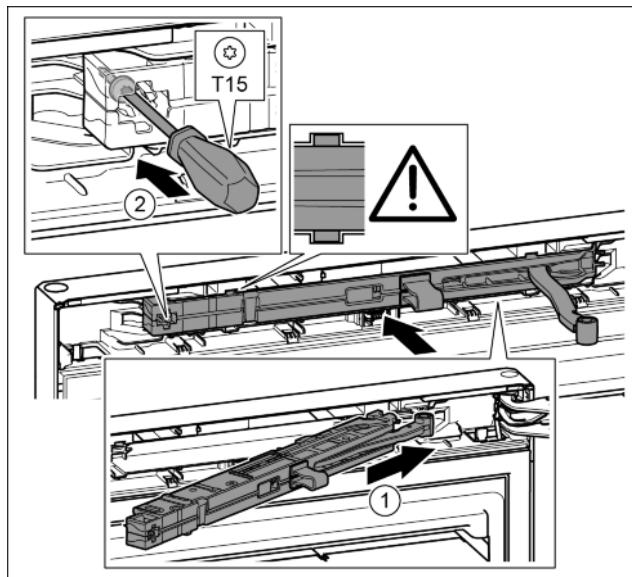

Fig. 22
- Вставить узел амортизатора со стороны опорного кронштейна в выемку до упора под наклоном. Fig. 22 (1)
- Затянуть винт отверткой T15. Fig. 22 (2)